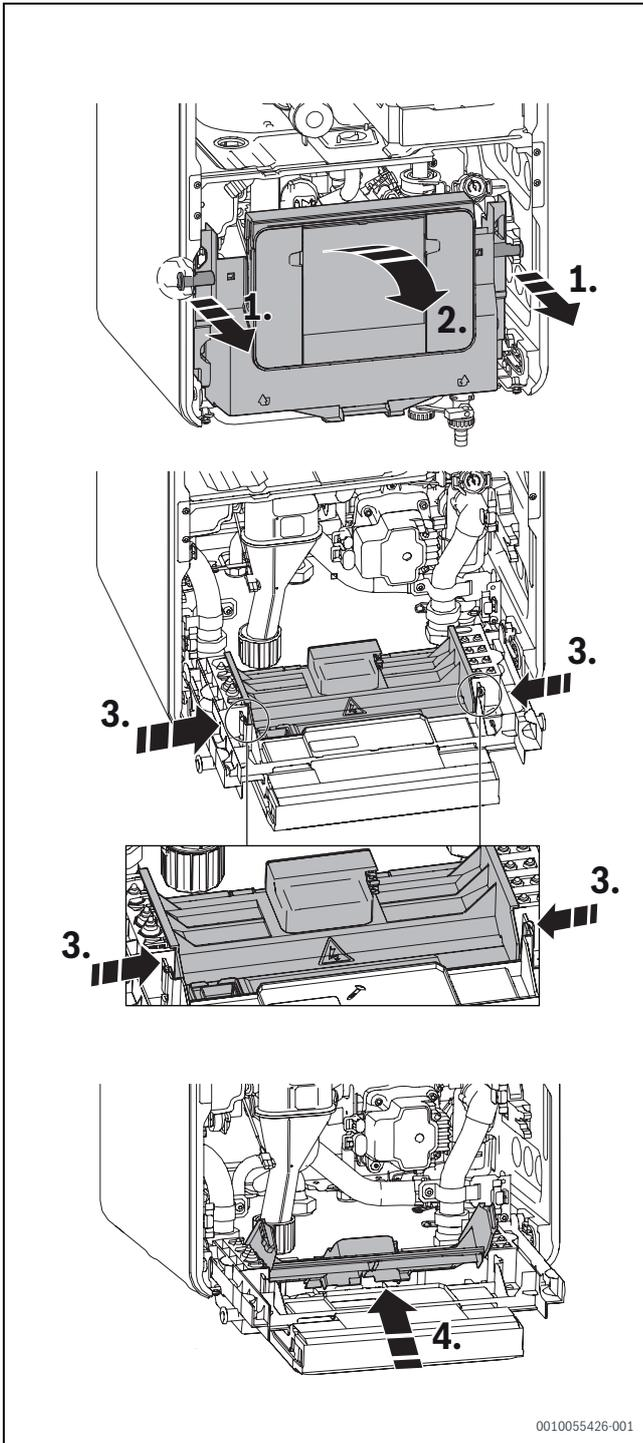

Bild 60 Steuergerät öffnen
- ▶ Steuergerät nach unten klappen (→ Bild 60).